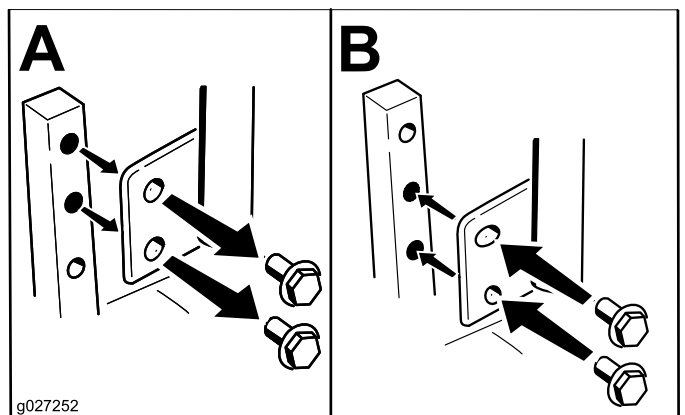

Figure 16
Vous pouvez ajuster la hauteur des leviers de commande de déplacement en fonction de votre taille (Figure 16).
2. Desserrez le boulon inférieur jusqu'à ce qu'il soit possible de faire pivoter le levier de commande en avant ou en arrière (Figure 16).